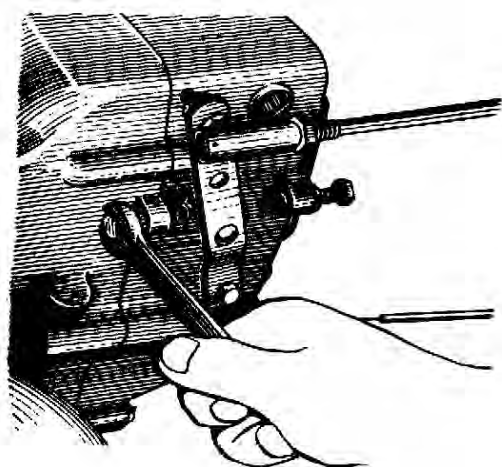

Рис. 11.25. Регулировка максимальной частоты вращения
4. Проверьте частоту вращения кулачкового вала насоса, соответствующую началу выброса рейки (началу движения рейки в сторону выключения подачи) при упоре рычага управления в болт ограничения максимальных оборотов. Регулятор должен начать выбрасывать рейку при 1025-1045 об/мин кулачкового вала. Если необходимо, подрегулируйте обороты болтом ограничения максимальной частоты вращения (рис. 11.25).
2. Болтом ограничения минимальной частоты вращения (рычаг управления должен упираться в этот болт) подрегулируйте минимальную частоту вращения холостого хода (рис. 11.25) до появления небольшой неустойчивости частоты вращения коленчатого вала двигателя. При ввертывании болта обороты двигателя увеличиваются, при вывертывании - уменьшаются.